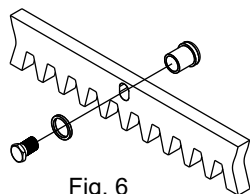

Fig. 6
5.2. Fixer à chaque élément de la crémaillère les cliquets de support à l'aide des vis de blocage qui doivent être positionnées sur la partie supérieure du trou oblong (Fig. 6);